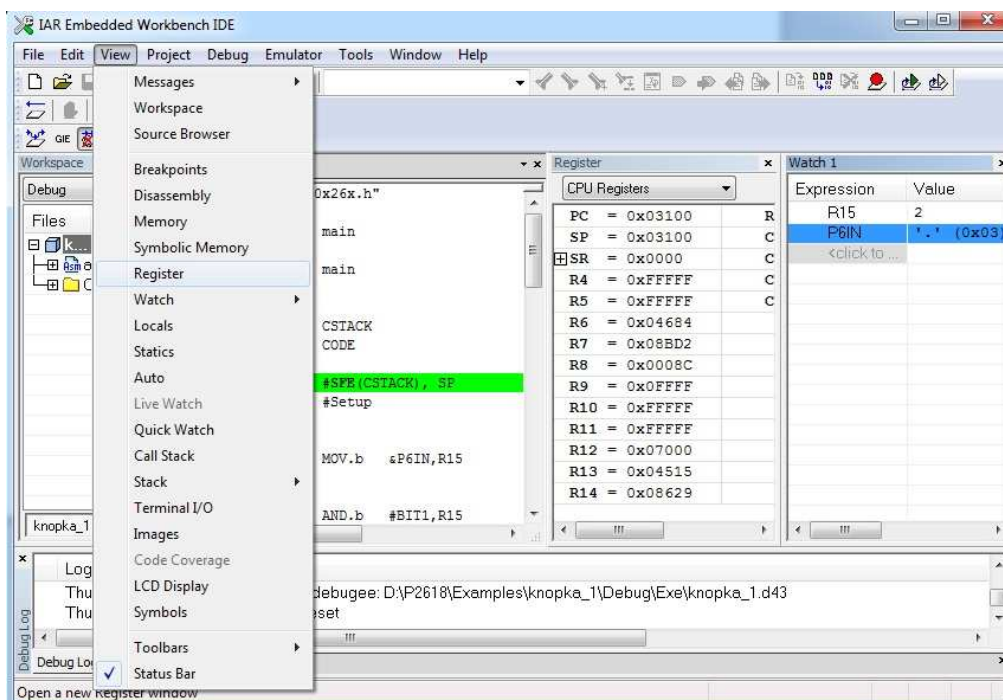

Рис. 7. Использование окон при отладке проекта
2.4. Откройте окно Register и Watch 1, воспользовавшись меню View (рис. 7). Выведите в окно Register регистры микроконтроллера (CPU Registers), воспользовавшись выпадающим окном в верхней части рабочего окна.